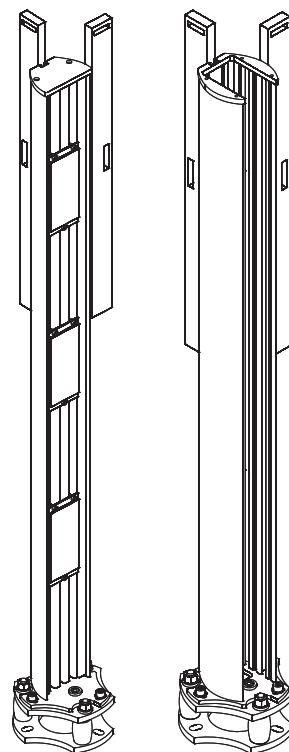

Fig. 5
DE	1.5 Vor Beginn der weiteren Arbeiten müssen Sender ②, Empfänger ③ und Spiegelsäulen exakt senkrecht ausgerichtet werden. Die senkrechte Ausrichtung der Säulen geschieht durch Anziehen der Justageschrauben ④. Zur Grobausrichtung von Spiegelsäulen eignet sich die Libelle ⑤ im Säulenfuß. Zur präzisen Ausrichtung wird jedoch die Verwendung einer Wasserwaage empfohlen (Fig. 5). Die senkrechte Ausrichtung darf während des folgenden Justierungsvorgangs nicht verändert werden. Lediglich Drehen (Schrauben ⑥) und Verstellen der Höhe von Lichtvorhang und Einzelspiegel sowie Feinausrichtung der Einzelspiegel (Schrauben ⑨) sind erlaubt ( Beschreibung der Ausnahme folgt unter Punkt 3.3. )
EN	1.5 Before continuing with the next steps, set up the sender ② and receiver ③ units, as well as the mirror columns vertically. The vertical adjustment of the columns is achieved by means of the adjustment nuts ④. The small spirit level ⑤ in the base plate can be used for gross adjustment. However, the use of a larger spirit level is recommended (fig. 5) to achieve fine adjustment. Once the vertical adjustment is finalized, the adjustment nuts ④ must not be changed during the following steps. Only rotating the columns (screws ⑥), changing the height of the units/mirrors inside the columns or tilting the mirrors (screws ⑨) is permitted ( exception is described under 3.3. )
FR	1.5 Avant de passer aux points suivants, les modules émetteur ② et récepteur ③ ainsi que les colonnes à miroirs doivent être dressés verticalement à angle droit du sol. L'ajustement vertical des colonnes s'effectue au moyen des écrous de réglage ④. Le niveau ⑤ au milieu du socle sert à positionner la colonne verticalement de façon approximative. Pour un réglage précis de la verticalité, l'usage d'un niveau à bulle d'air est vivement recommandé (fig. 5). Une fois qu'on a finalisé le réglage vertical, les écrous ④ ne doivent plus être modifiés au cours des étapes suivantes. On ne doit effectuer que le réglage horizontal (vis ⑥), le déplacement en hauteur des modules/miroirs dans les colonnes ou l'inclinaison (vis ⑨) des miroirs ( une exception est décrite sous le point 3.3. )